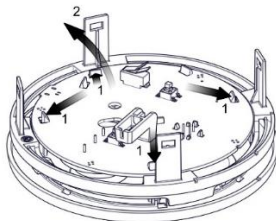

Figura 15
4. Desconecte a PCB das abas de encaixe (*ver Figura 15*).